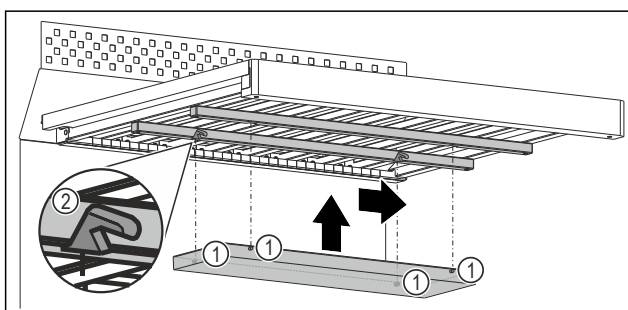

Fig. 98 Przykładowa prezentacja
- ▶ Każdy zaczep Fig. 98 (1) wsunąć w odpowiednie zagłębienie Fig. 98 (2) przy listwach pod kratką drewnianą.